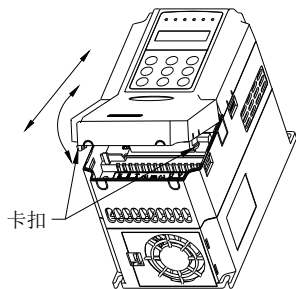

图 3-4 塑胶盖板的拆卸与安装图
- 2> 将顶部的安装爪对接在箱体顶部的钩口中，用力往下按，直至卡扣进入左右侧的孔中即可，如图 3-4 所示。